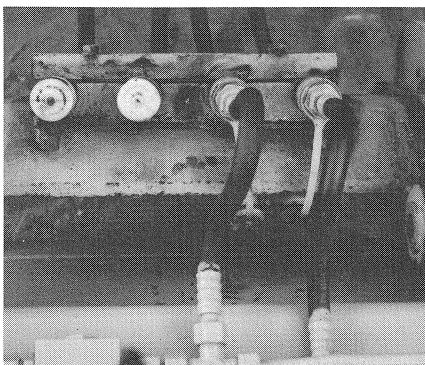

Bild 25
(5) Schläuche von der Schaufel mit den Schnellkupplungen im Schaufelarm verbinden (Bild 25). Auf Farbmarkierung achten.
(5) Connect the hoses of the bucket with the rapid action couplings in the shovel arm (Fig. 25). Pay attention to colour marking.
(5) Raccorder les tuyaux souples du godet aux accouplements rapides du bras (fig. 25). Faire attention aux marquages colorés,